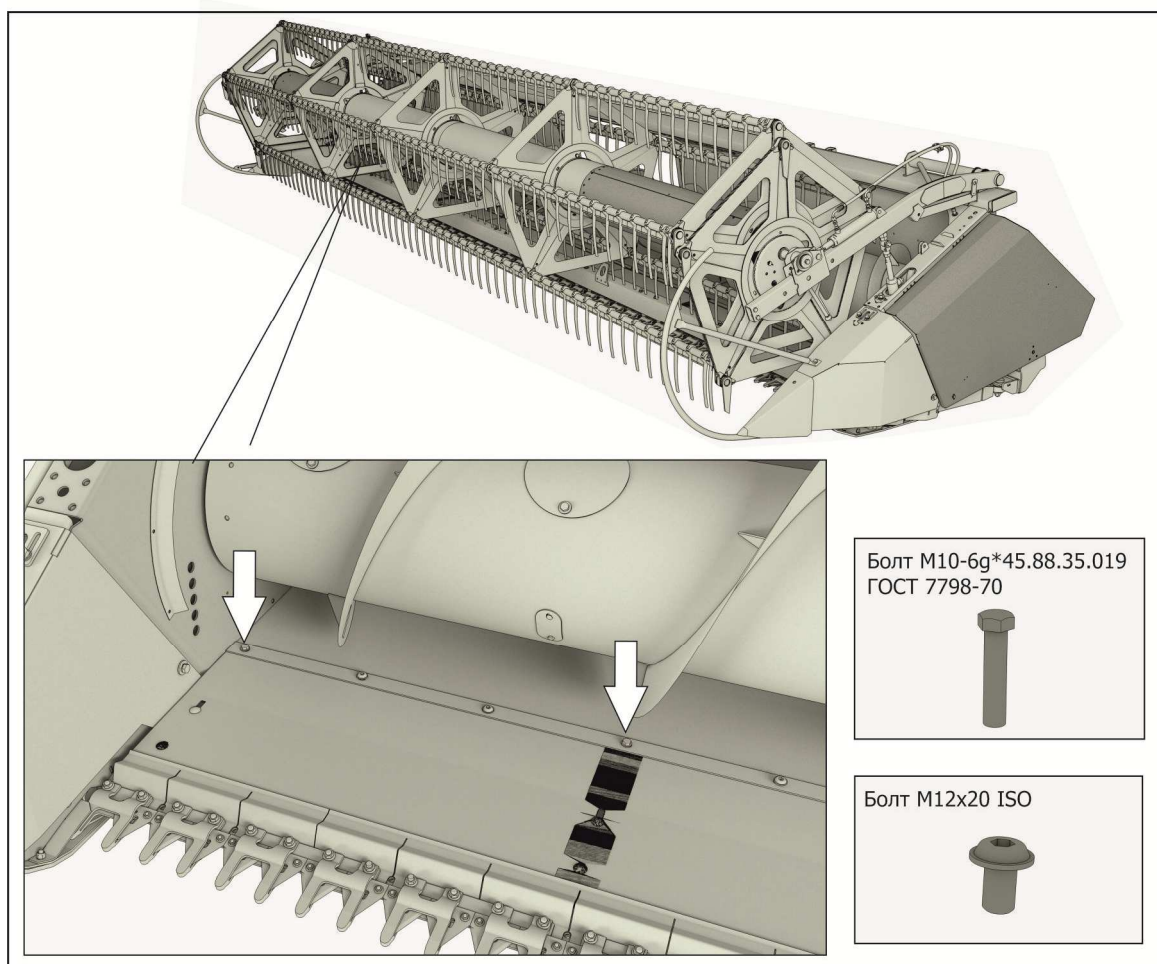

Рисунок 6.14 – Переоборудование жатки с уборки зерновых на уборку сои
- 3) Заменить болт М10х45 крепления рычагов режущего аппарата к каркасу (рисунок 6.14) по всей ширине жатки на болт М12х20 ISO (из комплекта ЗИП);